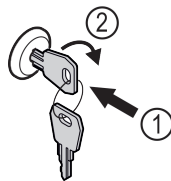

Fig. 159
- ▶ Klíč zasuňte dovnitř. Fig. 159 (1)
- ▶ Otáčejte klíčem o 90° ve směru hodinových ručiček. Fig. 159 (2)